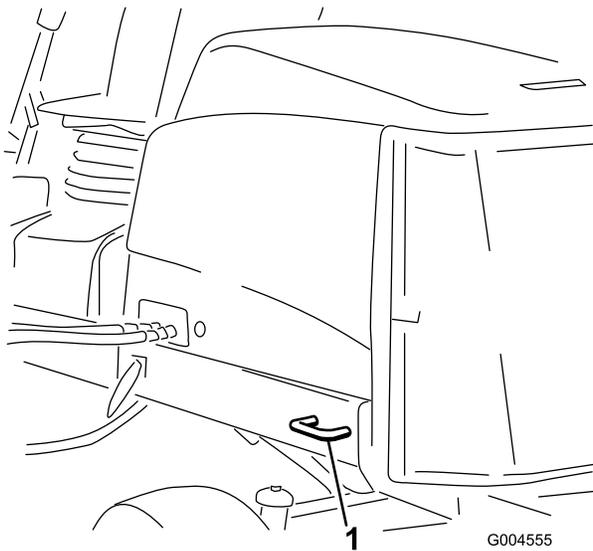

Bild 97
- **Heck der Maschine:** Jede Maschinenseite am Hinterrahmen (**Bild 97**).